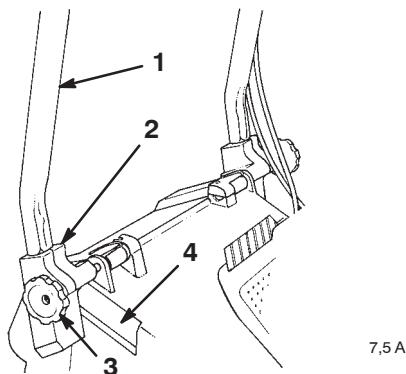

Figure 2
1. Desserrez les boutons sur les supports de montage (Fig. 2).
3. Insérez les extrémités du mancheron dans les trous des supports de montage et enfoncez-les jusqu'à la butée (Fig. 2).
4. Tournez le mancheron et les supports de montage en arrière jusqu'à ce que les supports soient solidement engagés dans les logements du carter (Fig. 2).